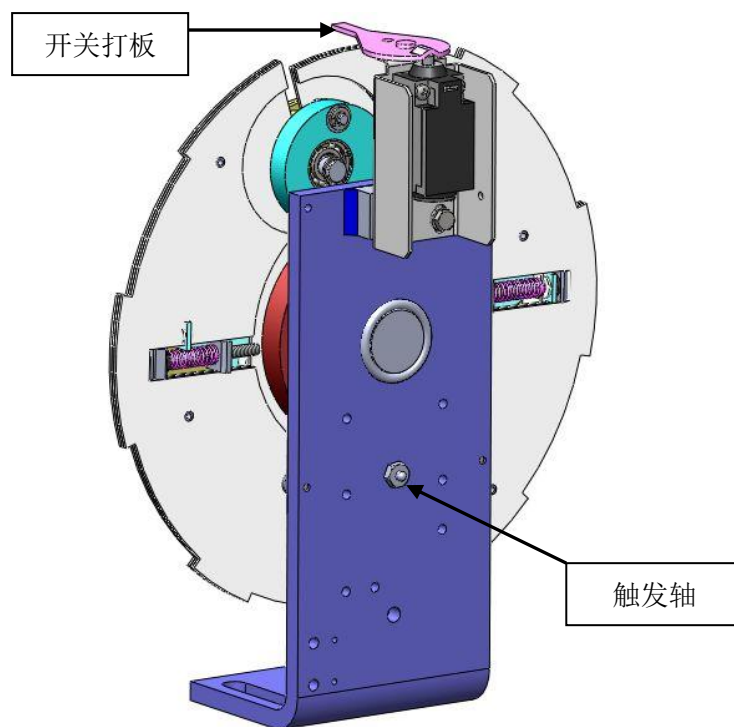

图 3
1、触发及复位方式为手动形式的限速器试验方法：轿厢以检修速度下行，绳轮缓慢转动，手动推动图 3 所示触发轴，并保持其位置直至限速器甩片张开并实现限速器机械动作从而提拉安全钳，使轿厢制停。试验后需将限速器复位，使轿厢微量上行，机械部分自动复位，然后将开关打板旋转至于绳轮垂直位置，完成开关复位。